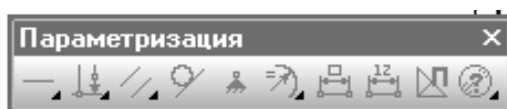

Рис. 10. Панель параметризации
1. Дважды щелкните левой кнопкой мыши на тексте **размерной надписи** параметрического размера. На экране появится диалог **ввода значения размера** и имени переменной. Другим способом является вызов команды **Изменить значение размера** на Инструментальной панели параметризации (рис. 10) и указание того размера, значение которого требуется изменить.